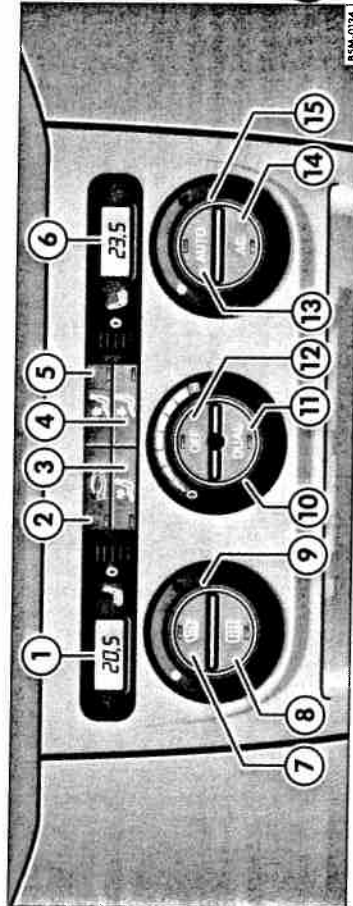

Fig. 121 În consola centrală: Elemente de comandă Climatronic.
– Rotiți regulatorul de temperatură ⇒ pagina 126, fig. 121" ② sau ⑤ pentru a regla temperatura de pe partea stângă, resp. de pe partea dreaptă.
– Când apăsați o tastă de la ② la ⑤, va porni funcția respectivă. În tastă se aprinde o lampă de control, semn că funcția respectivă este activată. Pentru decuplarea funcției, apăsați tasta încă o dată.
– Apăsați tasta **AUTO** ⇒ pagina 126, fig. 121" (3). Lampa de control din tastă se va aprinde.